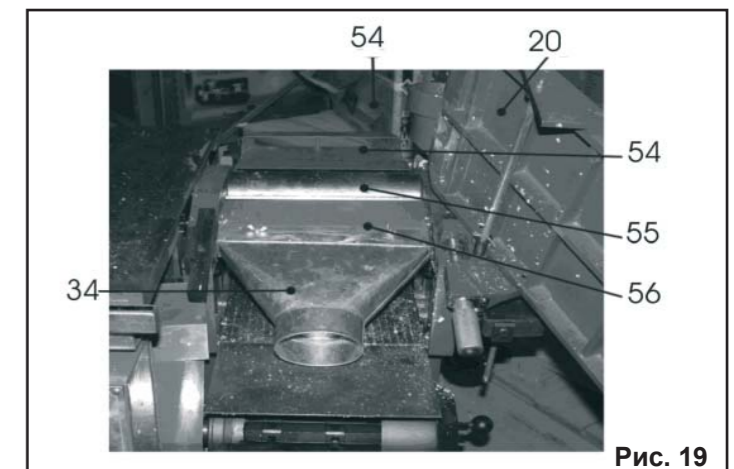
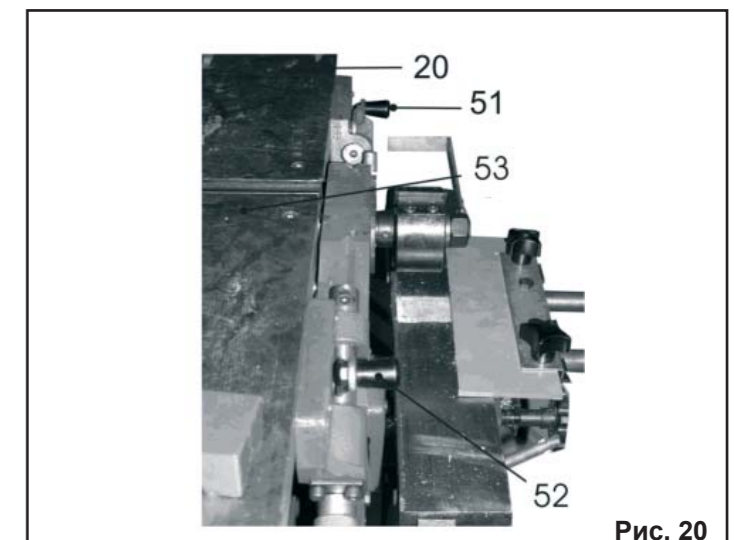

Рис. 19
Рис. 20
- поверните ручки замков (51 и 52), Рис. 20. Поднимите стол подачи (20) и приёмный стол (53), установите и закрепите патрубок пылесборника (34) на лотке (56). Опустите стол подачи (20) и приёмный стол (53). Ручками замков (51 и 52) зафиксируйте положение, Рис. 19, 20;
- для удаления древесной стружки и пыли из рабочей зоны соедините патрубок пылесборника (34), Рис.19, с пылесосом для сбора стружки и древесной пыли (см. раздел 11.).
- повернуть ручки замков (51 и 52), поднять подающий (20) и приёмный (53) столы, снять патрубок пылесборника (34) с лотка (56), Рис. 19, 20;